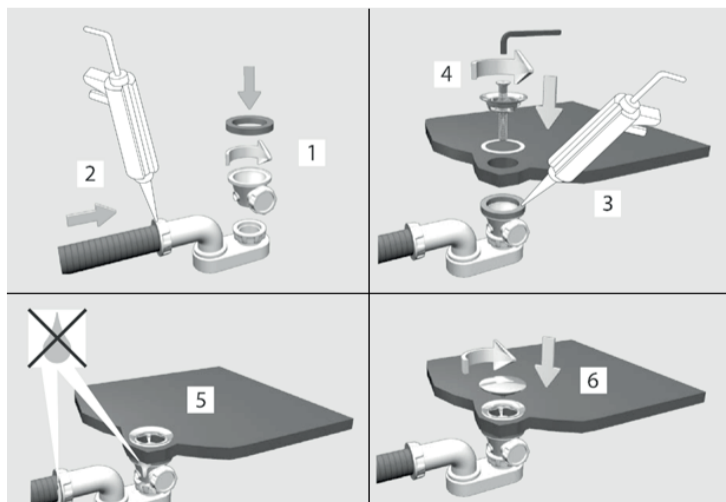

Fig.3
- Installare il kit di scarico sulla vasca come indicato nelle figure immagini (vedi Fig.3) e secondo le istruzioni del produttore del kit di scarico stesso
Install the drain kit on the tub as shown in Fig. 3, following the instructions of the manufacturer of the drain kit